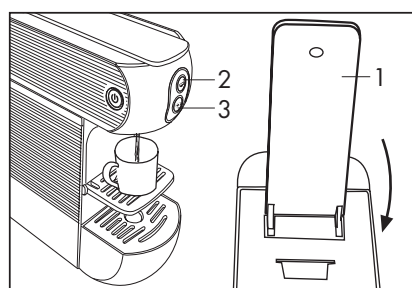

Fig. 10
**Avant d'introduire la capsule soulever lentement et complètement le levier de commande (1) placé sur la partie supérieure de la machine pour expulser la cartouche vide. Pour une bonne hygiène et pour garder la qualité du produit élevée il est conseillé d'expulser la capsule tout de suite après la distribution.**
- Refermer complètement le levier (1), presser la touche de distribution (2) et la presser de nouveau pour arrêter la distribution quand la quantité de boisson souhaitée est sortie (**Fig. 10**). En cas de difficultés de fermeture, rouvrir complètement le levier et refermer.
- Durant la distribution la touche de distribution (2) clignote et s'éteint quand la distribution s'arrête.
- Pour préparer un grand café presser la touche (2) et après avoir préparé le café espresso et fait sortir la capsule vide, distribuer la quantité d'eau chaude souhaitée.
- Pour extraire la capsule, soulever lentement le levier (1).